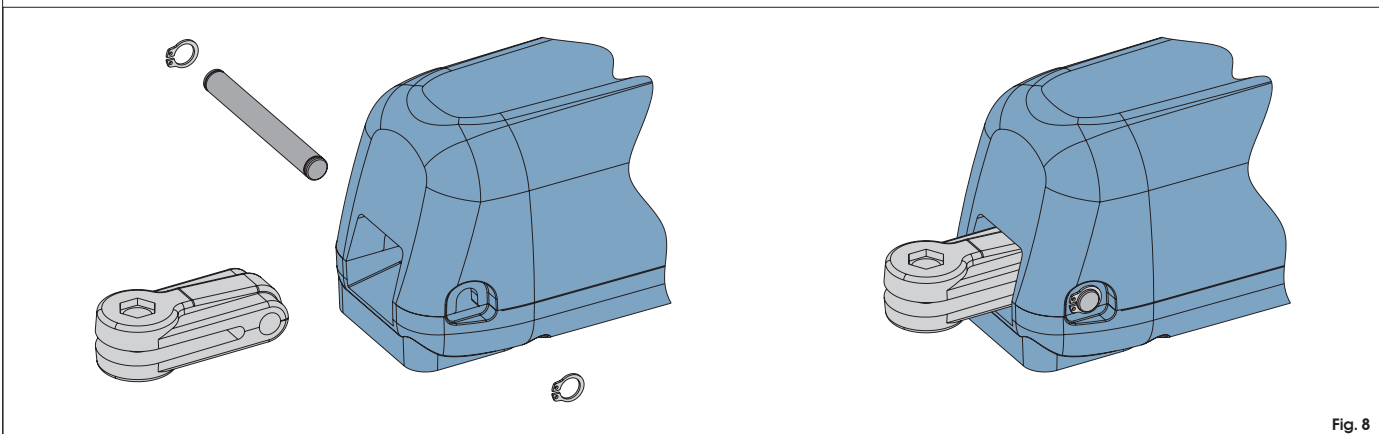

Fig. 8
2) Assembleer de achterste bevestiging van de aandrijving zoals aangegeven op fig.8.